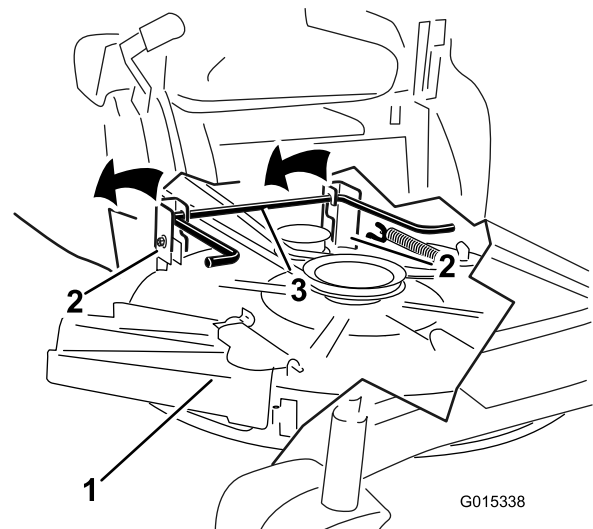

Bild 63
6. Heben Sie das Mähwerk und die Hängeprofile über die hintere Hubstange und senken Sie das Mähwerk vorsichtig auf den Boden ab (Bild 63).
5. Heben Sie das Heck des Mähwerks an und führen Sie die Hängeprofile über die hintere Hubstange (Bild 63).